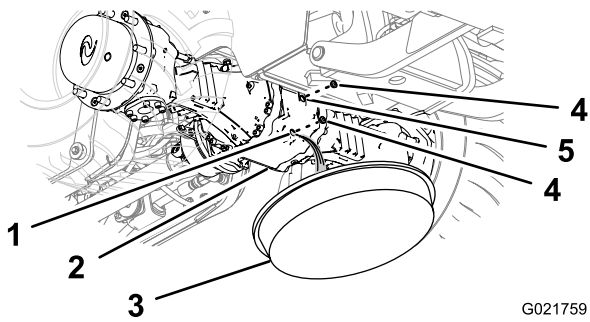
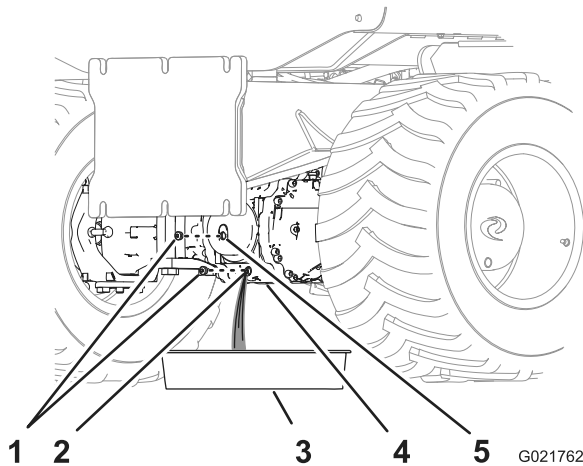

Bild 69
Bild 70
1. Stellen Sie eine Auffangwanne unter das Ritzelgehäuse der Achse (Bild 69 und Bild 70).
- Entfernen Sie den Schraubenaus der Schauglasöffnung und der Ablassöffnung im Ritzelgehäuse (Bild 69 und Bild 70).